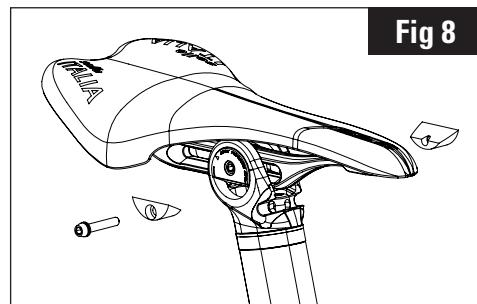

Fig 8
4. A continuación, acerque las dos bridas inferiores (11) y enrosque el tornillo sin apretarlo. (Fig.8)